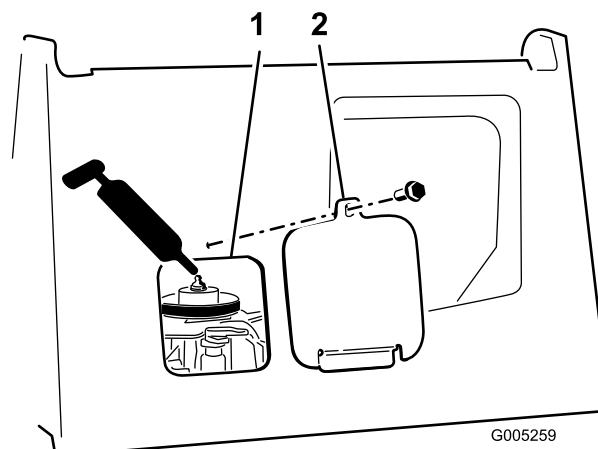

Figura 20
3. Conecte una pistola de engrasar en el punto de engrase a través del hueco de acceso a la caja de engranajes (Figura 20).